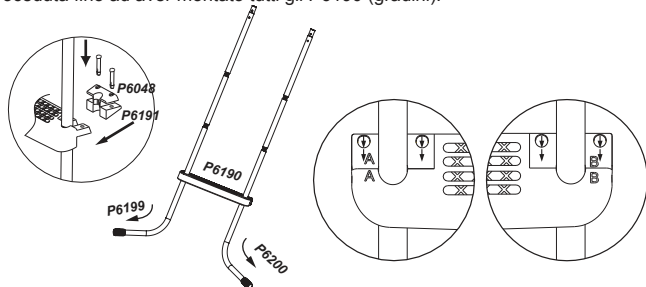

Figura 3
3. Montaggio della piastra di supporto (figura 3)